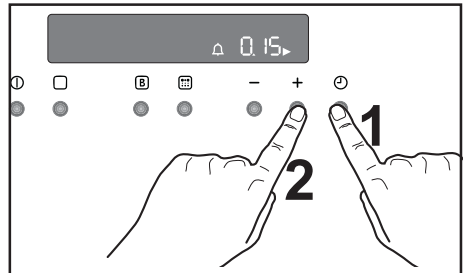

Abb. 7
- 1) Wählen Sie mit der Taste  die Kurztzeituhrfunktion an. Das entsprechende Symbol  blinkt und auf der Bedienblende erscheint "0.00". (Abb. 7)